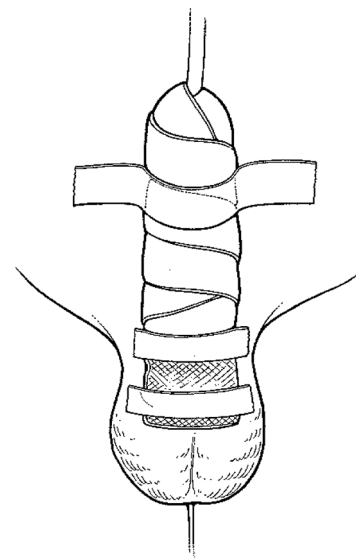

Figura 4-24. Fixar o pénis ao abdómen com fita adesiva
5. Fixar o pénis ao abdómen com fita adesiva (**Figura 4-24**).